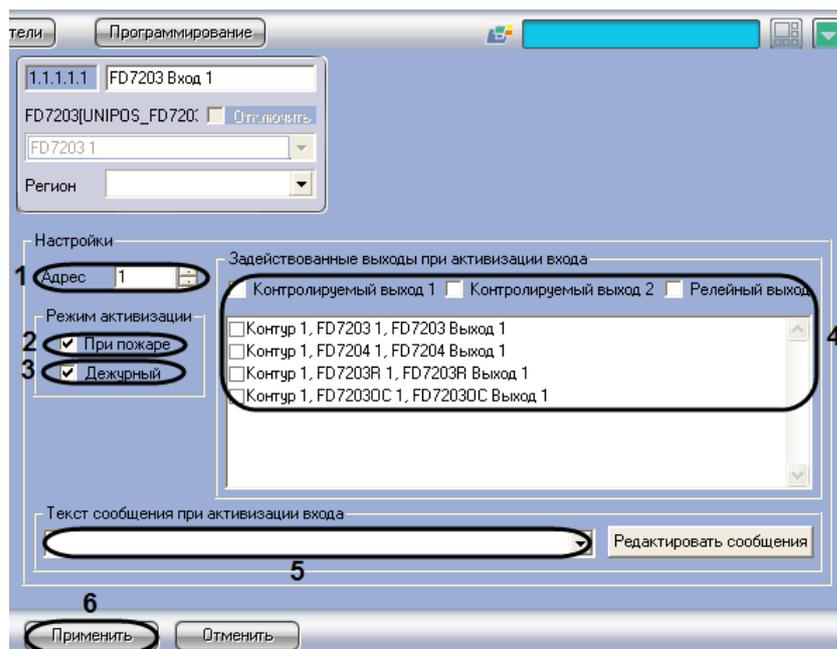

Рис. 3.6-3 Настройка входа адресного модуля FD7203
1. Перейти на панель настройки объекта **FD7203 Вход** (Рис. 3.6-3).
2. В поле **Адрес** ввести с помощью кнопок **вверх-вниз** адрес входа модуля *FD7203* (от 1 до 3) (см. Рис. 3.6-3, 1).
3. В случае, если при активации входа требуется задействовать выходы в режиме **Пожар**, установить флажок **При пожаре** в группе **Режим активации** (см. Рис. 3.6-3, 2).
4. В случае, если при активации входа требуется задействовать выходы в дежурном режиме, установить флажок **Дежурный** в группе **Режим активации** (см. Рис. 3.6-3, 3).
5. В группе **Задействованные выходы при активации входа** установить флажки для тех выходов, которые требуется задействовать при активации входа (см. Рис. 3.6-3, 4).
6. Из раскрывающегося списка **Текст сообщения при активации входа** выбрать сообщение, которое будет выводиться при активации входа (см. Рис. 3.6-3, 5).
7. Для сохранения настроек во внутренней базе данных ПК *Интеллект* нажать кнопку **Применить** (см. Рис. 3.6-3, 6).